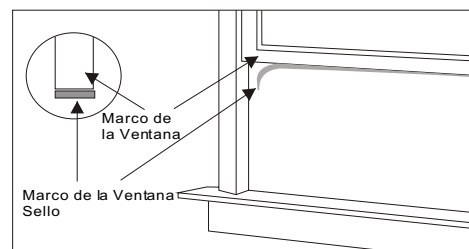

Fig. 9
D. Corte la primera sello para que quepa en la parte inferior del marco de la ventana. Quite el revestimiento de la tira y péguela al marco. Vea la (Fig. 9).